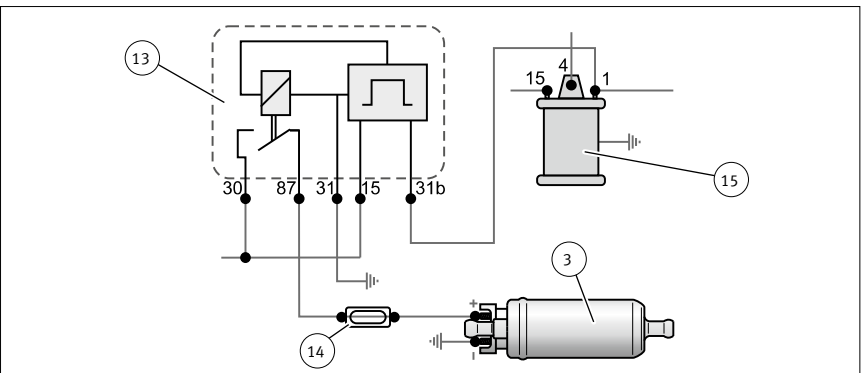

Abb. 5/ Fig. 5/ Puc. 5/图5
- Installation of a safety shut-off (Fig. 5) is mandatory when retrofitting electric fuel pumps.
- The shut-off relay (13) shuts off the fuel pump if the engine comes to a stop but the ignition remains on (e.g. stalled engine, accident).
- Comme deuxième pompe commutable (par ex. sur les véhicules tout-terrain, en sport auto) (Fig. 5)
- Lors de l'installation d'une pompe à carburant électrique, le montage d'un dispositif de coupure de sécurité (Fig. 5) est obligatoire.
- Le relais de coupure (13) arrête la pompe à carburant si le moteur s'arrête alors que le contact reste mis (par ex. moteur qui cale, accident).
- В качестве подключаемого второго насоса (например, в автомобилях высокой проходимости, в мотоспорте) (рис. 5)
- В случае дооснащения электрическим топливным насосом предписывается установка системы отключения предохранения (рис. 5).
- Отключающее реле (13) производит отключение топливного насоса, если двигатель останавливается, а зажигание при этом остается включенным (например, двигатель заглушен, авария).